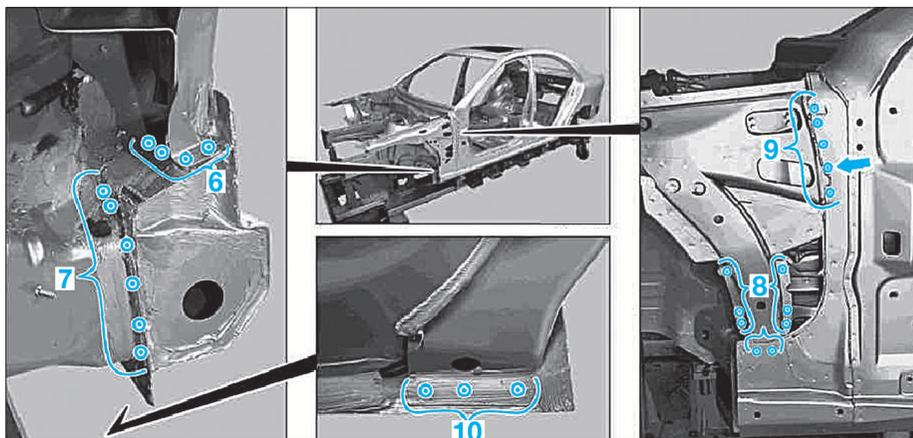

FIG. 15
- les points de soudure dans les zones (6), (7), (8), (9) et (10) (Fig.15).